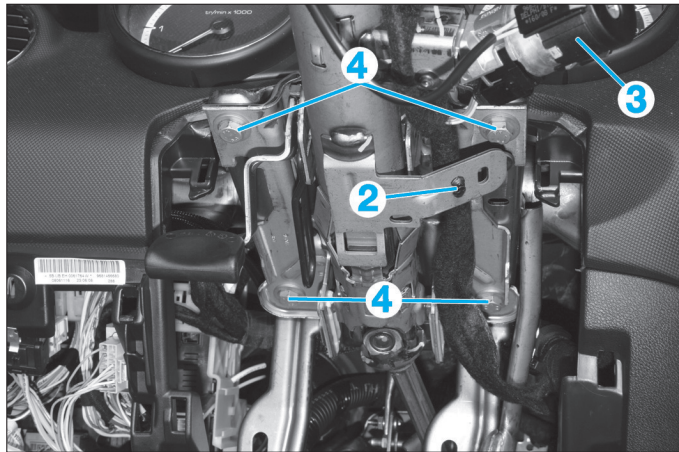

Fig. 9
- Dégrafer l'agrafe (2) (Fig.9).
- Dégrafer et mettre de côté le transpondeur de l'antidémarrage (3).
- Déposer les vis de fixation de la colonne de direction (4).